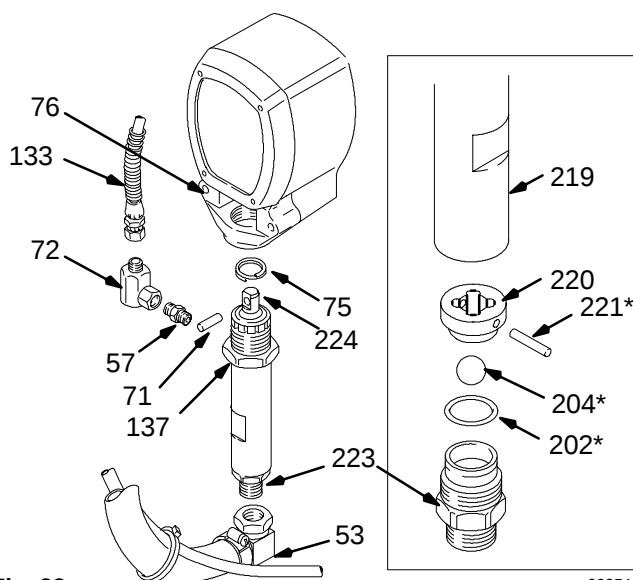

Fig. 23
Dépose de la pompe (Voir Fig. 23)
1. Dévisser le clapet de pied (223) et enlever toutes les pièces. Voir Fig. 23.
8. Remonter le clapet de pied et le mettre en place. Poser un **joint (202*) neuf**. Serrer le clapet au couple de 90 N.m. Voir Fig. 23.
Remise en place de la pompe (Voir Fig. 23 et 29)